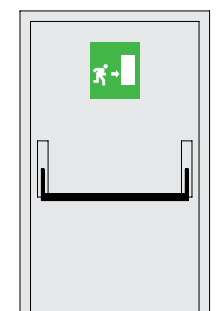

Bild 4
- durch Abwärtsschwenken der Griffstange in Fluchtrichtung (Bild 4).